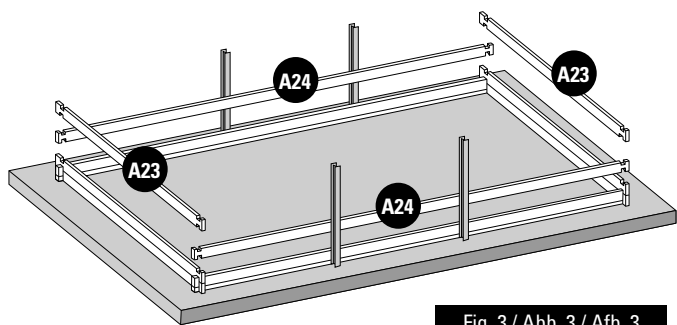

Fig. 3 / Abb. 3 / Afb. 3
- EN** **2nd LAYER OF BOARDS:** • Install the second layer of boards as shown in figure 3. • There is a wooden wedge in the structure packet to correctly assemble the boards. • Never directly hit against the boards. Do not hit them with anything metallic. This would inevitably damage the wood. • Try to correctly assemble the boards right from the start. There should not be any space between each layer of boards to avoid maladjustment of the higher boards.
- FR** **2ÈME RANGÉE DE MADRIERS :** • Positionnez les madriers de la deuxième rangée conformément à la figure 3. • De manière à emboîter correctement les madriers, une cale en bois est à votre disposition dans le colis de structure. • Ne pas taper directement sur les madriers. • Ne pas frapper avec une pièce métallique. Cela détériorerait le madrier irrémédiablement. • Veillez à emboîter bien à fond les madriers dès le départ. Il ne doit pas y avoir d'espace entre chaque rangée pour éviter un décalage au niveau des madriers supérieurs.
- DE** **2. BRETTERREIH:** • Platzieren Sie die Bretter der zweiten Reihe laut Abb. 3. • Um die Bretter richtig anbringen zu können, finden Sie einen Holzkeil im Paket des Tragwerks. • Nicht direkt auf die Bretter klopfen. • Nicht mit einem Metallteil darauf klopfen. Es würde das Holz unabänderlich beschädigen. • Versuchen Sie, die Bretter von Anfang an tiefgehend ineinander zu fügen. Zwischen den Reihen darf kein Platz sein, um eine Fehlanpassung der oberen Bretter zu vermeiden.
- NL** **2ª RIJ PLANKEN:** • Plaats de planken van de tweede rij zoals aangegeven op afbeelding 3. • Om de planken correct te assembleren, zit er een houten wig in het pakket van het frame. • Sla niet direct op de planken. • Sla er niet direct op met metaal. Hierdoor raakt het hout onherstelbaar beschadigd. • Zorg ervoor dat de planken vanaf het begin stevig op elkaar aansluiten. Er mag geen ruimte tussen de rijen overblijven, om te voorkomen dat de bovenste houtdelen onregelmatig uitkomen.
- EN 3rd LAYER OF BOARDS:** Install the third layer of boards as shown in figure 3. The position of the refilling fitting with the key and the skimmer should be defined at the start of the assembly (read the specific paragraphs).
- FR 3^{ÈME} RANGÉE MADRIERS :** Positionnez les madriers de la 3ème rangée conformément à la figure 3. Vous devez avoir déterminé l'emplacement de la buse de refoulement et du skimmer dès le début du montage (voir paragraphes spécifiques).
- DE 3. BRETTERREIH:** Platzieren Sie die Bretter der dritten Reihe laut Abb. 3. Zu Beginn der Montage müssen Sie die Lage des Druckventils und des Skimmers festlegen (lesen Sie hierzu die entsprechenden Abschnitte).
- NL 3ª RIJ PLANKEN:** Plaats de planken van de derde rij zoals te zien is op afbeelding 3. U moet al bij aanvang van de montage bepalen op welke plaats het uitstroommondstuk en de skimmer moet komen (less de betreffende paragrafen).